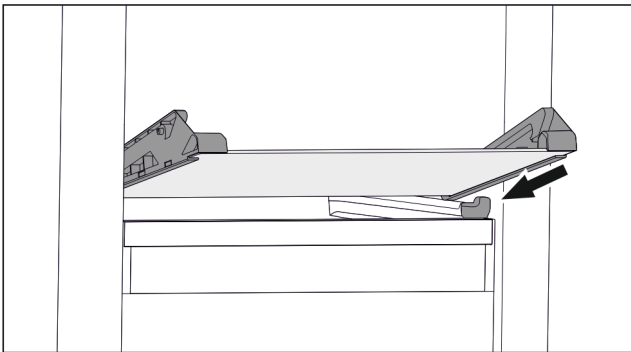

Fig. 67 Glasplatte des abklappbaren Schubfachs
- ▶ Glasplatte schräg hinter den Stopperrahmen aufsetzen. (siehe Fig. 67)